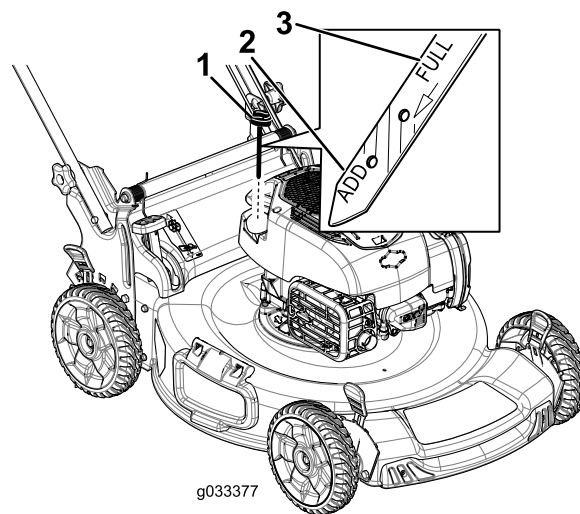

Рисунок 14
3. Выньте щуп и проверьте уровень масла (Рисунок 14). Если уровень масла ниже отметки **Add (Долить)** на масломерном щупе, медленно заливайте масло в маслозаливной патрубкок, чтобы поднять уровень масла до метки **Full (Заполнено)** на масломерном щупе. **Не допускайте переполнения.**
2. Выньте щуп для измерения уровня, протрите его, и затем вставьте на полную глубину (Рисунок 14).